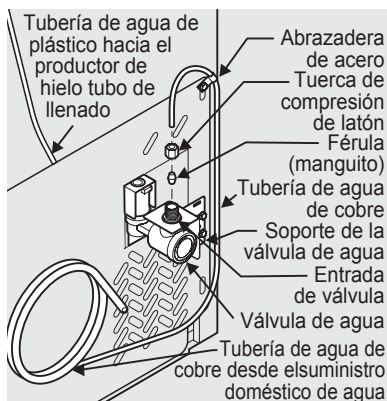

figura 1
4. Si usa **tuberías de cobre**: Deslice la tuerca de compresión de bronce y luego, la férula (manguito) en la tubería de suministro de agua. Empuje la tubería de suministro de agua hacia el interior de la entrada de la válvula de agua lo más posible (¼ de pulgada o 6,4 mm). Deslice la férula (manguito) en la entrada de la válvula y apriete manualmente la tuerca de compresión en la válvula. Ajuste otra media vuelta con una llave; NO apriete en exceso. Consulte la Figura 1.